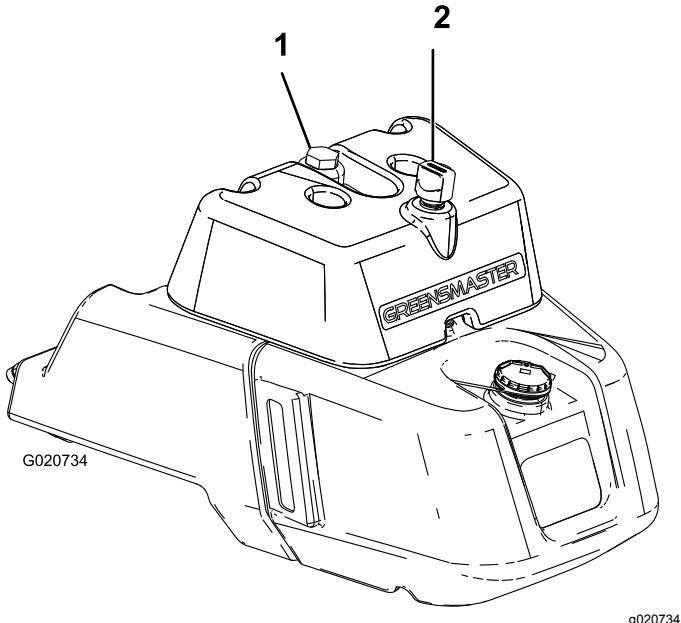

Bild 35
- Wenn Ihr Behälter ein Schauglas hat, prüfen Sie den Stand dort (Bild 35) und gehen Sie auf Schritt 5.